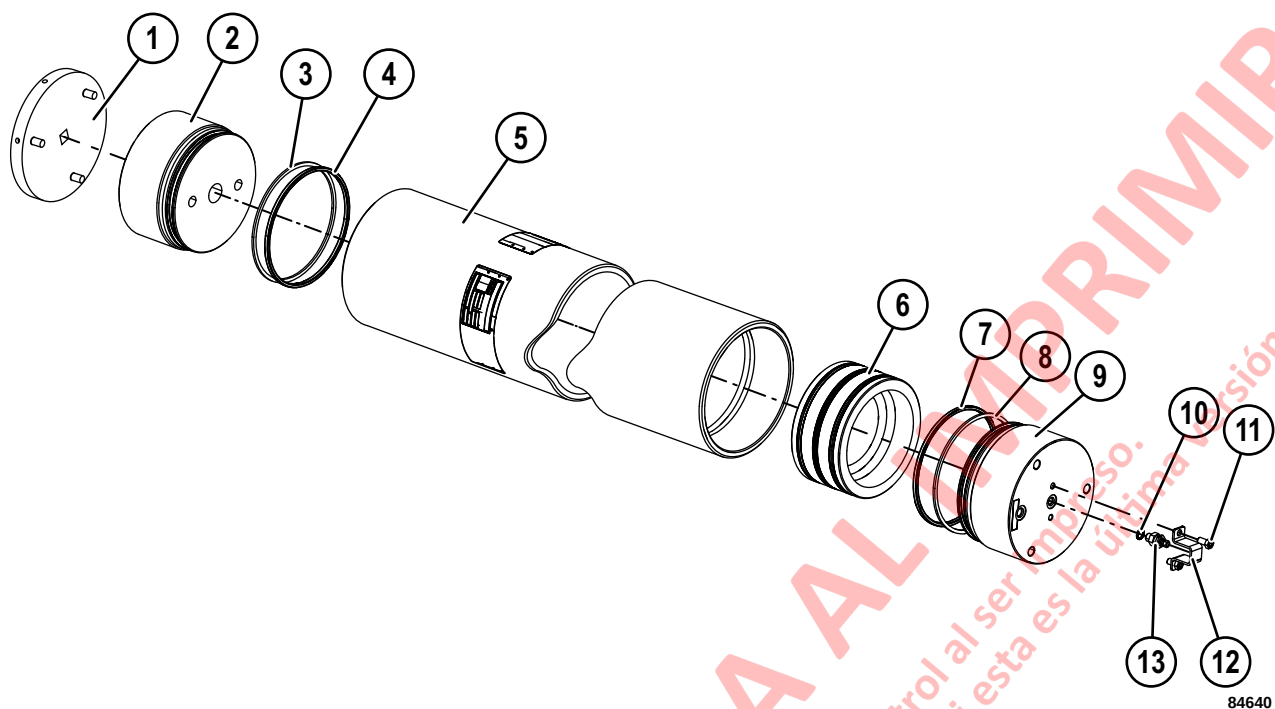

FIGURA 3-22. ENSAMBLAJE DEL ACUMULADOR DE PISTÓN
- a. Desmonte la válvula de carga (13, Figura 3-22) si aún no se ha retirado.
2. Con un O-ring nuevo (10), instale la válvula de carga (13) y apriete a **22 N·m (16.5 ft lb)**.
2. Desmonte la válvula de carga (13, Figura 3-22).
2. Inspeccione si hay daños en el orificio del cuerpo (5, Figura 3-22). Si presenta rayones o está dañado, reemplácelo por una pieza nueva.
4. Instale O-rings (7, Figura 3-22) y anillos de respaldo (8) nuevos en la tapa de la válvula de carga (9). Recubra los sellos con una pequeña cantidad de aceite hidráulico tipo C-4.
5. Instale la tapa de la válvula de carga (9) y apriete a **529 N·m (390 ft lb)** con una herramienta de casquillo del extremo (1, Figura 3-22).
6. Instale la válvula de carga (13) con un O-ring (10) nuevo. Apriete la tuerca hexagonal grande de la válvula de carga a **22,3 N·m (16,5 ft lb)**.
8. Instale los O-rings (4) y los anillos de respaldo (3) en el casquillo extremo hidráulico (2). Recubra los anillos con una pequeña cantidad de aceite hidráulico tipo C-4 limpio.